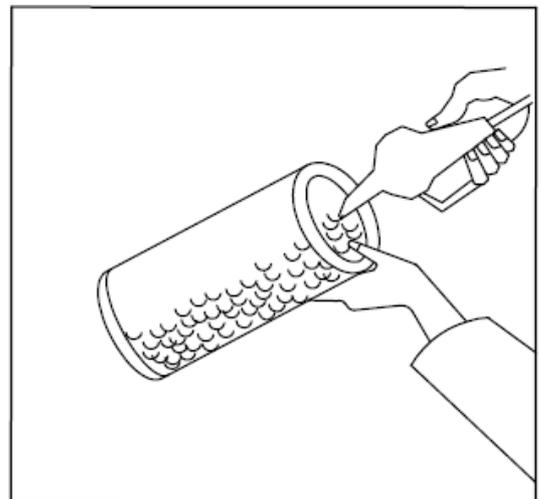

Fig. 5-14
- Com um jato de ar comprimido, a uma pressão não superior a 5,9 bar (6 kg/cm2), direcionado para o exterior do cartucho do filtro (Fig. 5-14); ou: